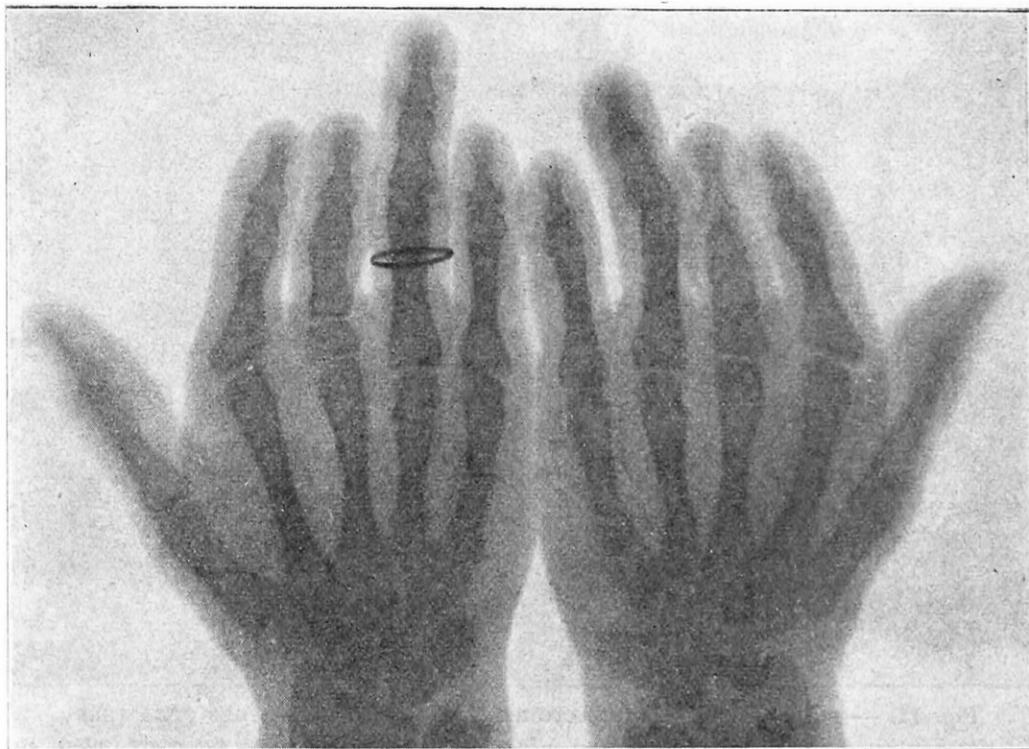

Fig. 13. — RADIOGRAPHIES DE MAINS PRÉSENTANT PLUSIEURS DOIGTS ATROPHIÉS
vations ont été trop peu nombreuses pour que le caractère mendélien ait pu être mis en évidence d'une manière indiscutable. Notamment pour les cas de brachydactylie représentés sur la figure 13. M. Etienne Rabaud, dans l'*Anthropologie*, et M. Guyénot, dans *Biologica*, assurent que certaines observations ne peuvent pas être interprétées par les règles mendéliennes. Il semble que les cas sur lesquels ont porté ces observations sont trop peu nombreux pour que l'on puisse en tirer des conclusions contraires (1).